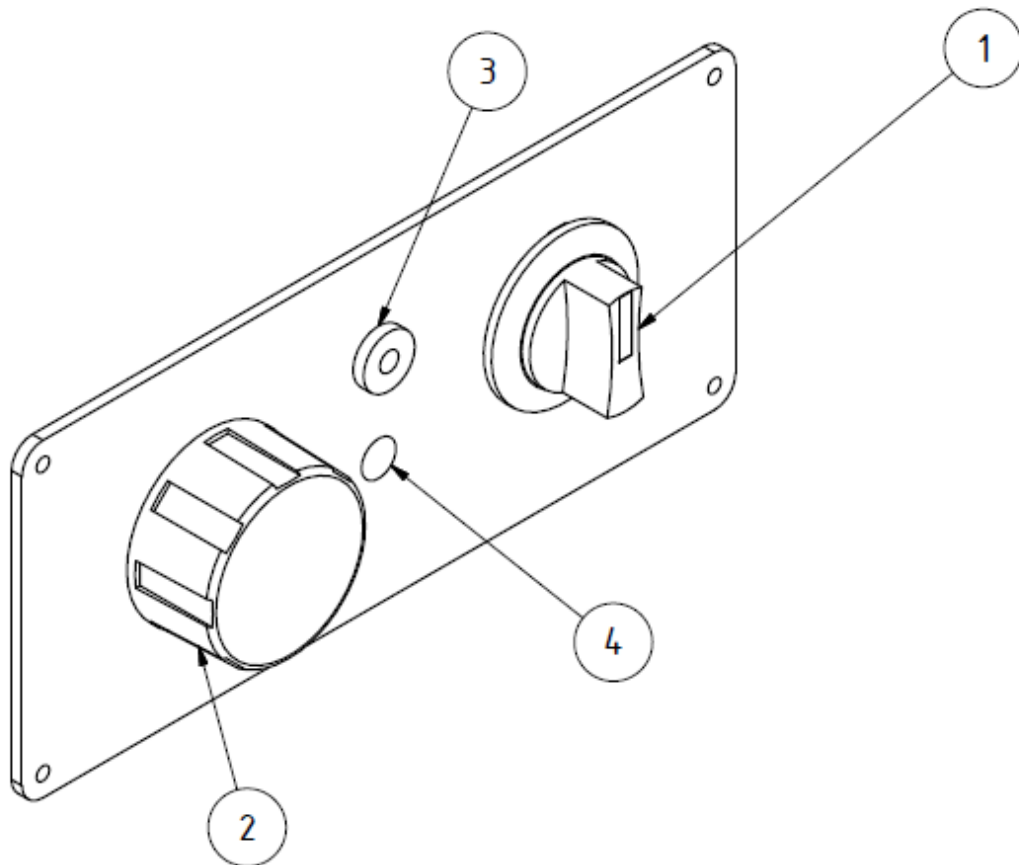

Abbildung 3, Bedienblende
- Verwenden Sie nur Original-Ersatzfilter, denn nur diese garantieren Ihnen den erforderlichen Abscheidegrad und sind auf Filtergerät und Leistungsdaten abgestimmt. Schalten Sie den MiniFil am Schalter (Abb. 3, Pos. 1) aus.
- Stecken Sie den Netzstecker wieder in die Steckdose und schalten das Gerät ein. Die grüne Betriebsleuchte am Taster (Abb. 3, Pos.1) sollte leuchten und den störungsfreien Betrieb des Gerätes anzeigen.